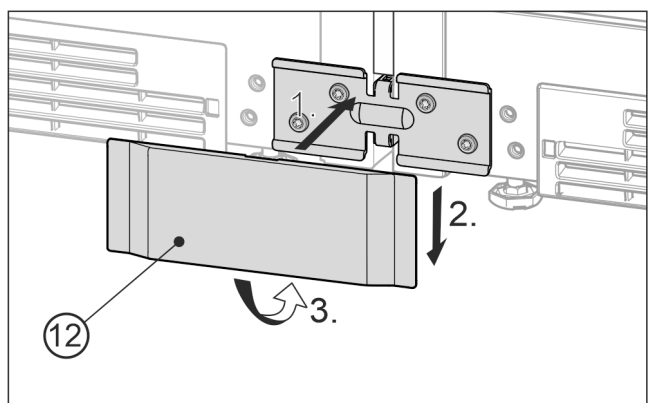

Fig. 25 Vejledende illustration
- ▶ Sæt den nederste afdækning Fig. 25 (12) forfra på vinklen Fig. 25 (1), skub den ned Fig. 25 (2), og lad den gå i hak fornedet Fig. 25 (3).